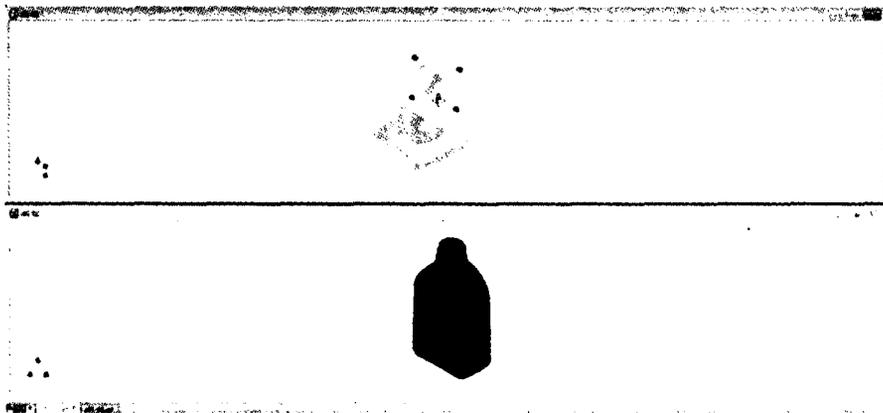

Рис. 1.12. Файлы упорядочены друг за другом
2. Файлы будут показаны друг за другом, как на рис. 1.12.